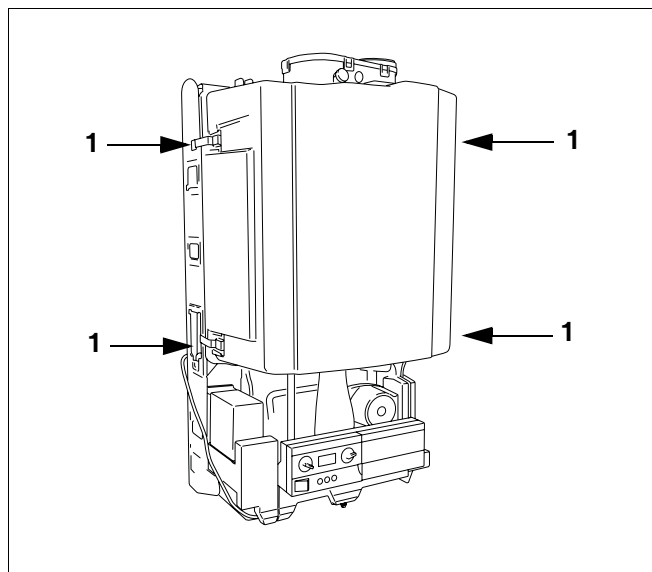

Abb. 26 Brennerhaube abnehmen
- Brennerhaube durch Lösen der vier Schnellverschlüsse (Abb. 26, **Pos. 1**) abnehmen.